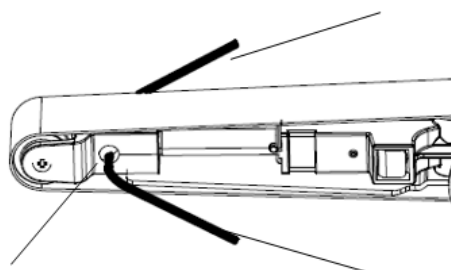

Рис. 3
1. Подключите зарядное устройство к надлежащему источнику питания пер. тока. Загорится немигающий **ЗЕЛЕНЫЙ** индикатор, указывающий, что зарядное устройство подключено к надлежащему источнику питания (**Рис.3**).